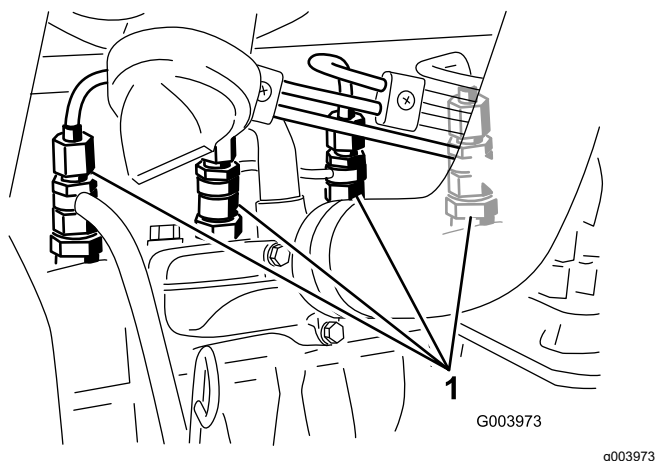

Figura 65
1. Allentate il raccordo dell'ugello n. 1 ed il gruppo portaugelli (Figura 65).